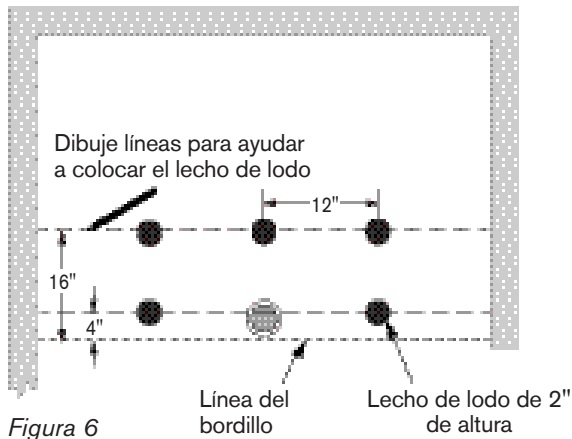

Figura 6
- 12** Antes de aplicar el lecho de lodo, marque el piso con el patrón y los espacios que se muestran a continuación. (Figura 6)